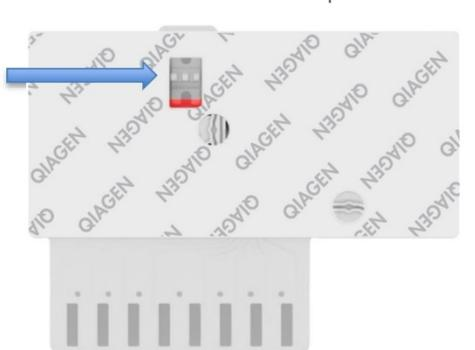

Figure 43. Fenêtre d'inspection de l'échantillon (flèche bleue).
8. Vérifiez que l'échantillon a bien été chargé par la fenêtre d'inspection de l'échantillon de la QIAstat-Dx Respiratory SARS-CoV-2 Panel Cartridge (figure 43).